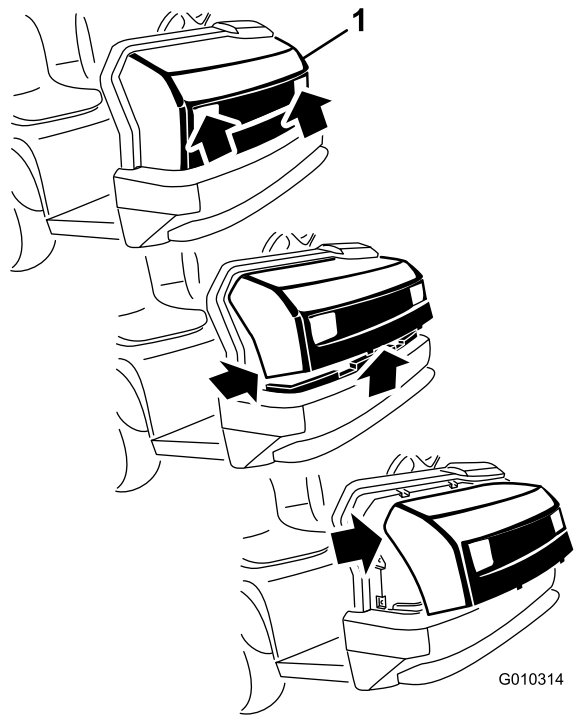

Bild 38
1. Fassen Sie die Motorhaube in den Scheinwerferöffnungen an und heben sie an, um die unteren Befestigungslaschen aus den Rahmenschlitz zu heben (**Bild 38**).
2. Drehen Sie die Unterseite der Motorhaube nach oben, bis Sie die oberen Befestigungsnasen aus den Rahmenschlitz ziehen können (**Bild 38**).
3. Drehen Sie die Oberseite der Motorhaube nach vorne und ziehen Sie die Kabelanschlüsse von den Scheinwerfern ab (**Bild 38**).